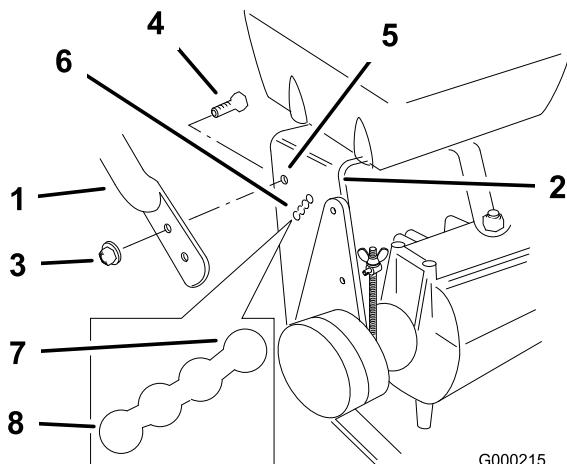

Figura 21
2. Afloje los pernos con arandela prensada superiores (3/8 x 1-1/4 pulg.) y la tuerca con arandela prensada que sujetan el manillar al bastidor trasero (Figura 21).
3. Retire los pernos con arandela prensada inferiores (3/8 x 1 pulgada) y las tuercas con arandela prensada que sujetan el manillar al bastidor trasero (Figura 21).